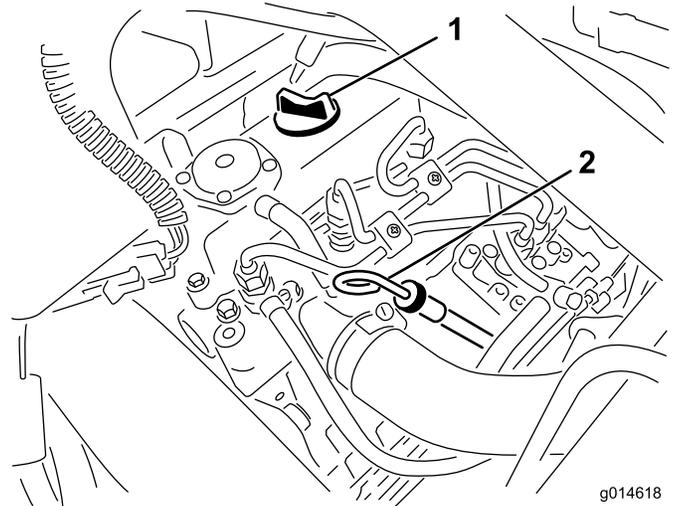

Figure 23
2. Retirez la jauge et essuyez-la sur un chiffon propre (Figure 23).